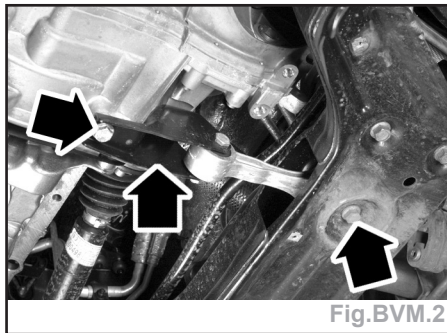

Fig.BVM.2
- le tirant antibasculement entre la boîte et le berceau (Fig.BVM.2).